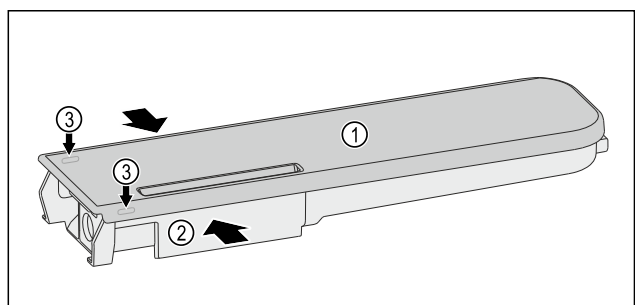

Fig. 141
- Wasserbehälter Fig. 141 (2) zusammendrücken und Deckel Fig. 141 (1) vorsichtig über die Rastnasen Fig. 141 (3) hebeln und hochziehen.
- Deckel Fig. 141 (1) leicht hin- und herbewegen und nach oben entnehmen.